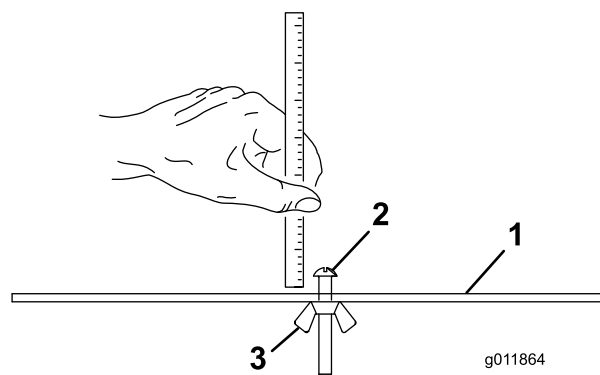

Figure 15
2. Desserrez l'écrou du gabarit (**Figure 15**) et tournez la vis de réglage de manière à obtenir la hauteur de coupe voulue.